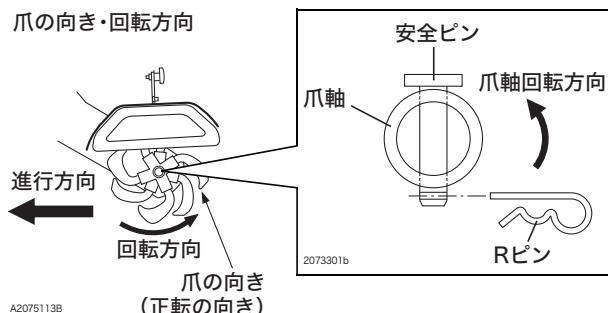
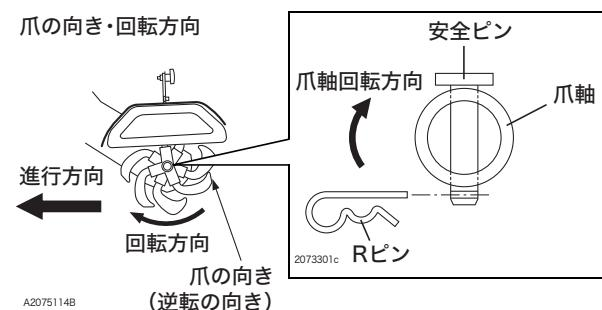

図 3-32
図 3-33
- 爪軸を取り付けるときは、安全ピンを差し込み、爪軸の回転方向に合わせて R ピンを図 3-32、図 3-33 の方向から差し込みます。